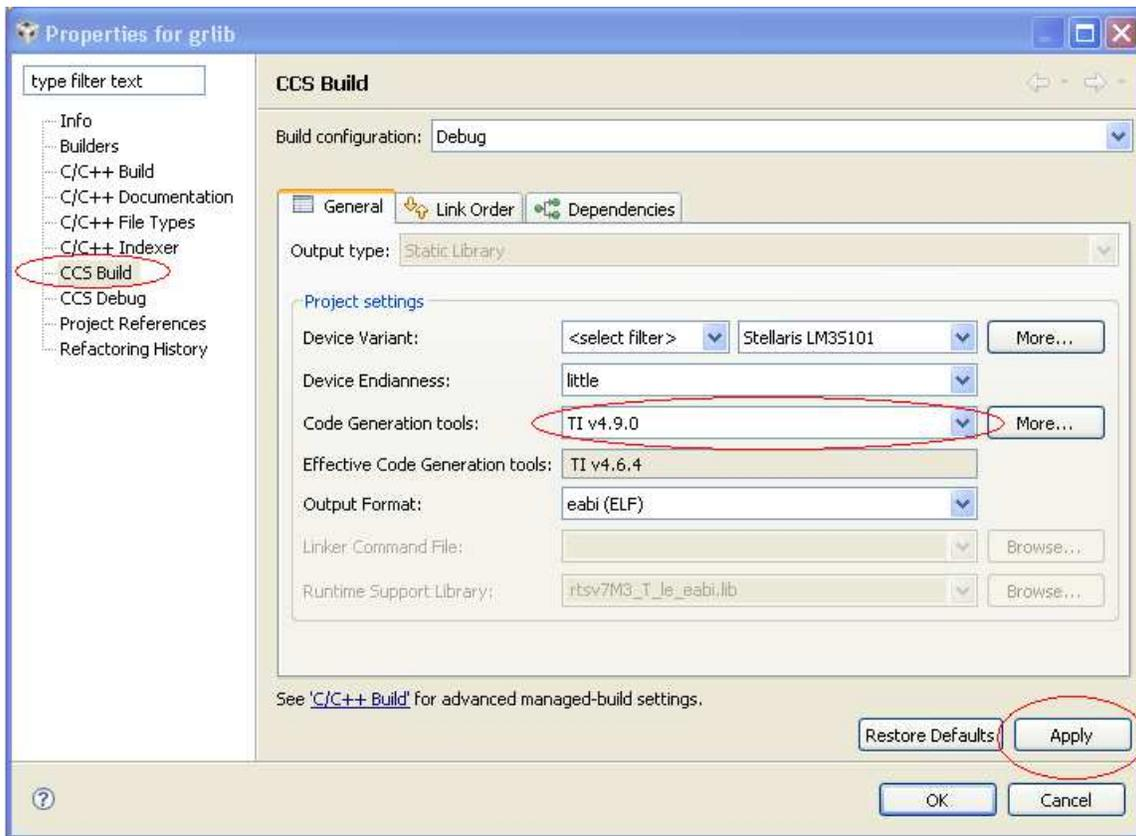

图 29. 针对 glib 的属性
2. 指向 **Project** 菜单 → 选择 **Properties** 来打开如图 29 中所示的项目属性窗口。